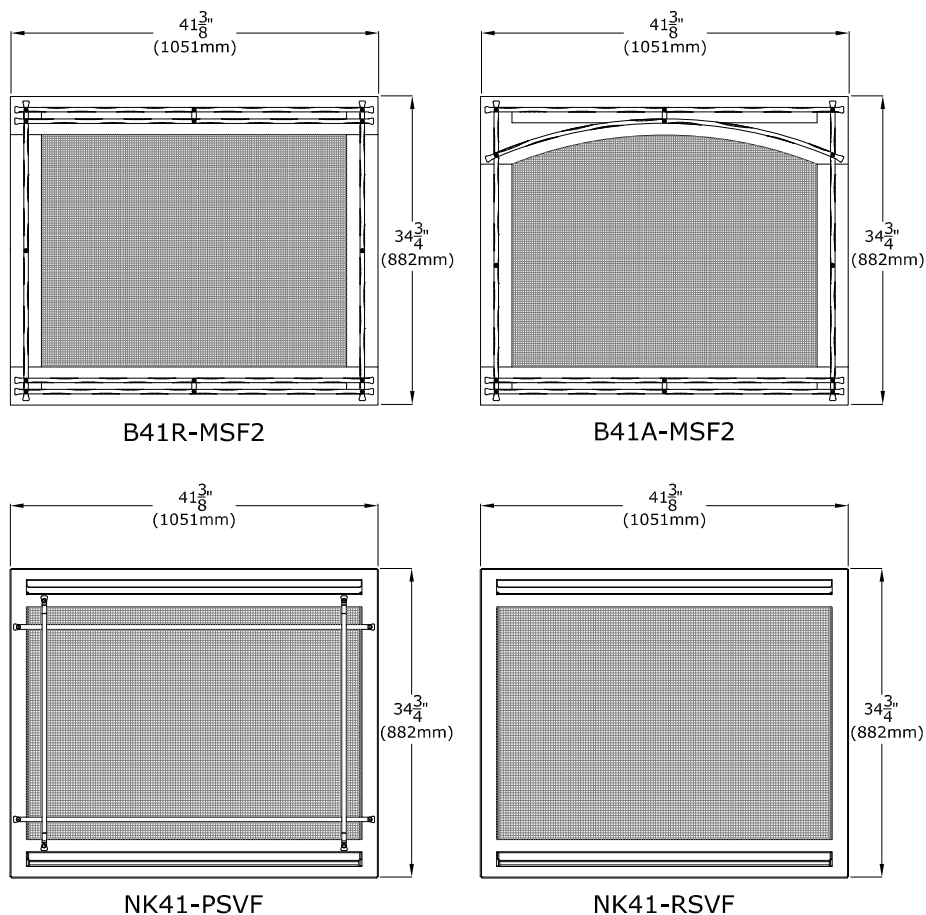
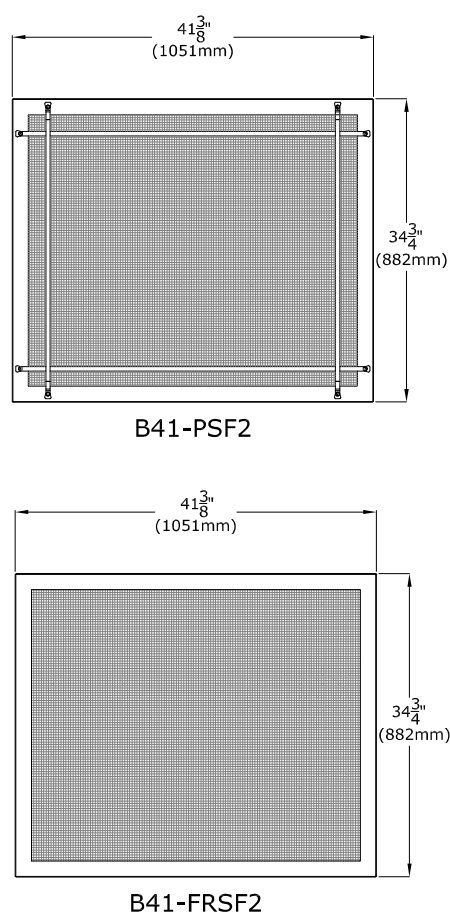

Figure 2.2 - Écrans pare-étincelles (Groupe 1)
Figure 2.3 - Écrans pare-étincelles (Groupe 2)
IMPORTANT : L'utilisation des écrans B41-PSF2 et B41-FRSF2 (Figure 2.3) est approuvée **SEULEMENT** lorsque le foyer Nordik 41 DV est installé avec un kit Komfort Zone approuvé. Les kits approuvés sont les kits KZK-038 et KZK-1510A.
Les (4) écrans pare-étincelles montrés à la Figure 2.2 sont approuvés pour toutes les options d'installation.
- L'installation standard sera décrite aux sections du manuel marquées « Installation standard » et doit être suivie si aucune option d'installation (cavité ventilée ou kit Komfort Zone) n'est utilisée. La hauteur minimum du plafond et de l'enceinte du foyer doit être de 76 po (1930 mm) pour une installation standard. Seuls les écrans pare-étincelle de la Figure 2.2 sont permis pour cette option d'installation.
- Le kit Komfort Zone (KZK) permet de redistribuer la chaleur radiante à travers le(s) plénum(s). Ceci permet d'avoir des matériaux de façade combustibles au-dessus du foyer, de réduire la chaleur pour une télévision au-dessus du foyer et de réduire les dégagements du manteau du foyer. Voir la Section 4.0 Systèmes de distribution de chaleur. Si vous installez un kit Komfort Zone (KZK-038 ou KZK-1510A), les exigences d'encadrement peuvent différer des dimensions d'encadrement standard de cette section. Veuillez consulter le manuel fourni avec votre kit, avant de faire l'encadrement du foyer et toutes autres considérations d'installation. La hauteur minimum du plafond et de l'enceinte du foyer doit être de 82 po (2083 mm) pour l'option du kit Komfort Zone (KZK). Les écrans pare-étincelles de la Figure 2.2 sont permis pour toutes options d'installation, alors que les écrans pare-étincelles de la Figure 2.3 ne sont permis qu'avec un kit Kozy Zone approuvé.